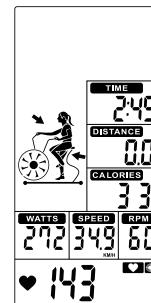

Figure 49
- ⑥ Wenn die Herzfrequenz zwischen 65% und 85% liegt, blinkt nur der & Wert (Abbildung 49).
- ⑦ Kein Signaleingang für 30s, Summer ertönt 1 kurzer Piepton und wechselt in den Aufwachmodus.
- ⑧ Drücken Sie die START-Taste einmal, um in den PAUSE-Modus zu gelangen. Der Summer ertönt innerhalb von 30 Sekunden für 0,5 Sekunden pro Sekunde. Alle Werte werden auf dem LCD-Display angezeigt und blinken alle 2 Sekunden. Wenn Sie das Training für 5 Minuten unterbrechen, ertönt der Summer 2 Sekunden lang und Sie gelangen in den Aufwachmodus. Drücken Sie START, um das Training fortzusetzen.
- ⑥ When Heart Rate is between 65% ~ 85%, only will flash (Figure 49).
- ⑦ No signal input for 30s, buzzer sounds 1 short beep and enter to Wake-up mode.
- ⑧ Press START button once to enter into PAUSE mode, Buzzer will sound for 0.5s per second within 30s. All values are displayed on LCD and flashing in every 2s. If continue to stop training for 5 minutes, buzzer sounds 2s and enter to Wake-up mode. Press START to resume workout.